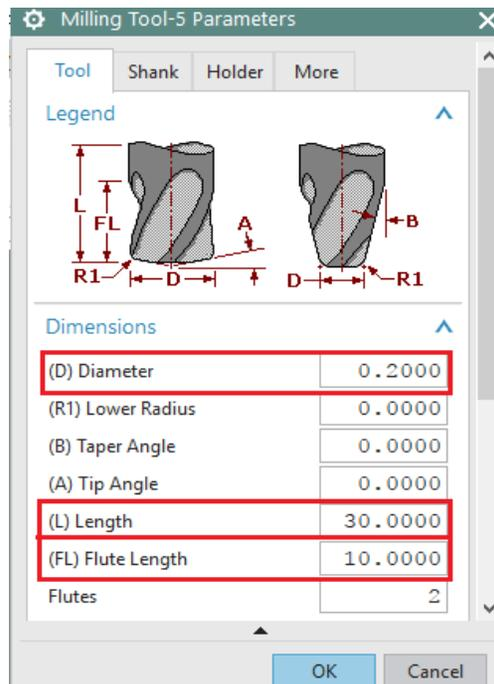

Figura 3.23 Milling Tool Parameters
- En la ventana **Milling Tool-5 Parameters**, realizar las siguientes modificaciones: (Figura 3.23)